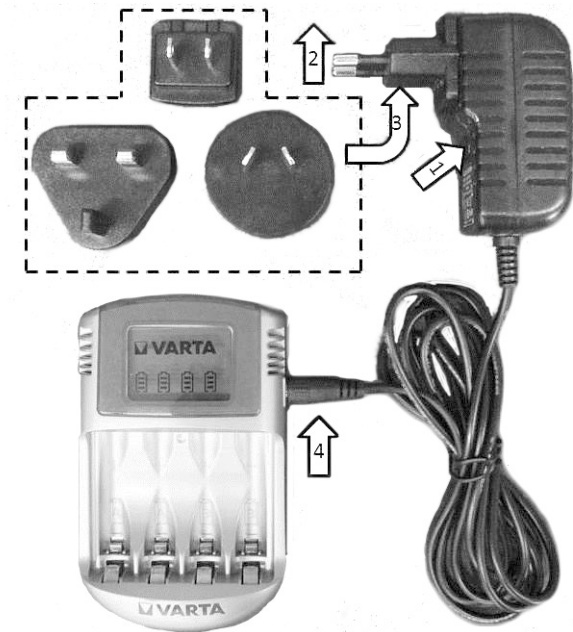

Bild 3-2 Anslutning byts, laddare ansluts
- Gör då enligt följande: Tryck på knappen under kontakten och håll den intryckt (1, Bild 3-2)